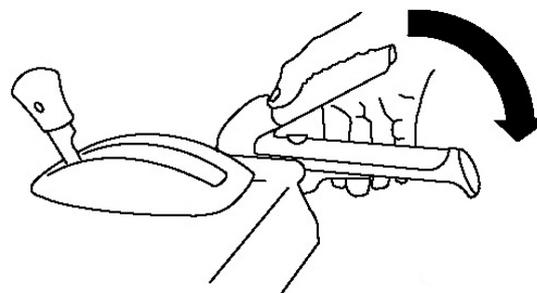

Рисунок 36
1. Чтобы запустить шнек/крыльчатку, прижмите правой рукой рычаг привода шнека/крыльчатки в рукоятке (Рис. 36).